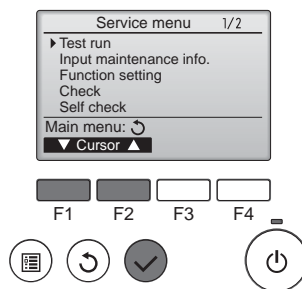

Fig. 8-1
- ① Dans le Menu SAV, sélectionnez "Test run" (Test fonctions) puis appuyez sur la touche [CHOIX]. (Fig. 8-1)